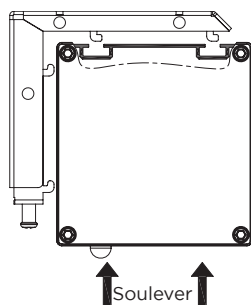
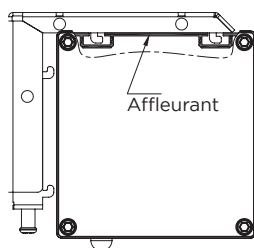
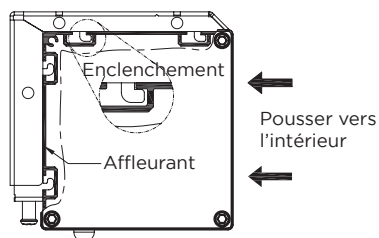

Figure 8
Figure 9
Figure 10
4. Soulevez doucement la toile et alignez-la avec les rainures de verrouillage horizontales sur les supports (fig. 8). Insérez le haut des deux supports dans les encoches du boîtier de la toile jusqu'à ce que les supports soient au même niveau que la partie haute (voir figure 9). Puis poussez lentement la toile vers le mur de sorte que le crochet de verrouillage s'enclenche dans la rainure arrière du boîtier. Assurez-vous que l'écran est complètement en place et affleurant, comme illustré à la figure 10.